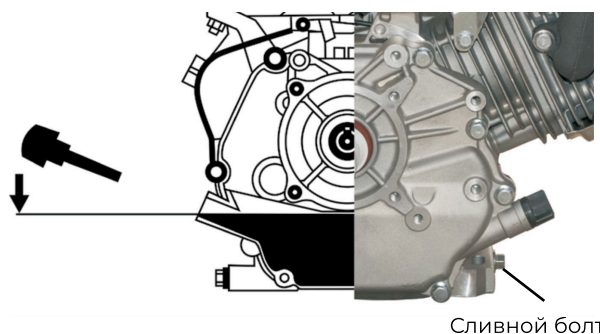

Рисунок 12
3. Подставьте соответствующую тару под сливной болт (см. Рисунок 12).